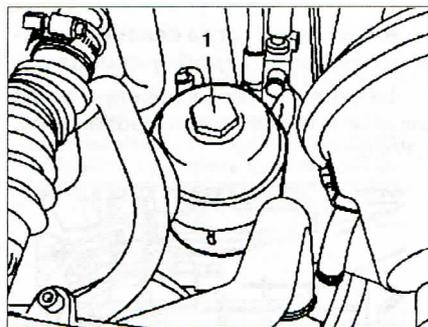

**Рис. 1.12. Замена топливного фильтра на двигателях 602.984/985**
1. Открутите болт **2** и снимите фильтрующий элемент **1** (рис. 1.12).